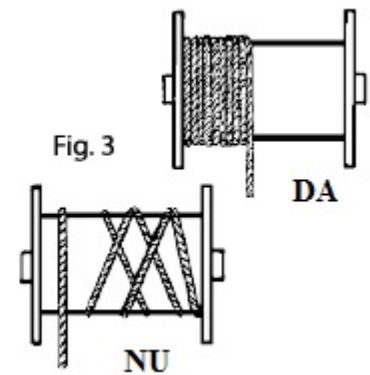

Fig. 3
7. În timpul funcționării verificați în mod constant faptul că frînghia se înfășoară corect pe tambur, bobina pe bobină, fără încetinire sau suprapunere. În cazul în care nu se va desprinde frînghia și se va întoarce corect, ținând coarda întotdeauna în tensiune (Fig. 3).